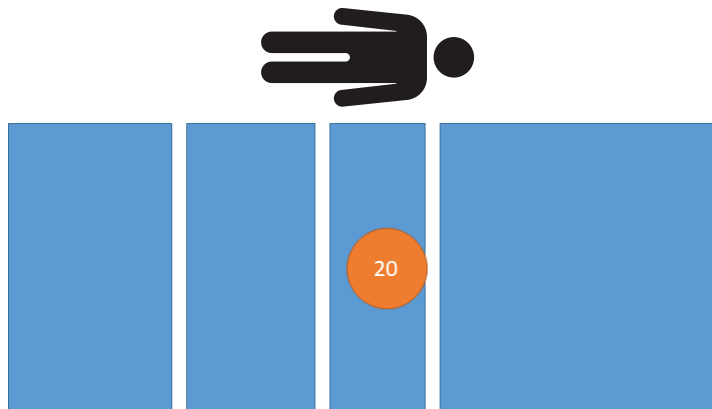

Figure 18 – Test de performance du poids - 20 kg
1. En utilisant des poids étalonnés, placer 20 kg sur le produit (Figure 18).
11. En utilisant des poids étalonnés, placer 20 kg sur le produit (Figure 18).